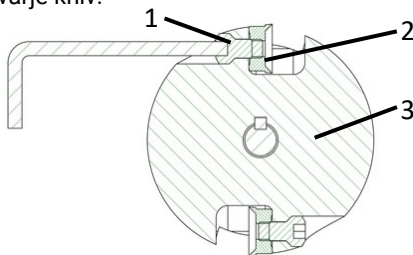

Bild 16: Byta kniv
- > Lossa knivskruvarna (1 – bild 16) på fräshuvudet (3 – bild 16) med en 6mm insexnyckel.
- > Byt ut rundknivarna (2 – bild 16) eller vrid rundknivarna 180°.